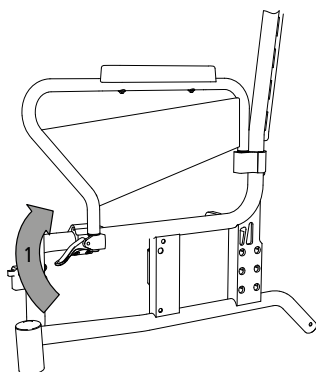

Abb. 10
1. Börja med att lossa sidoskyddets främre fästklämma genom att föra klämmans låsspak uppåt (1, bild 10).